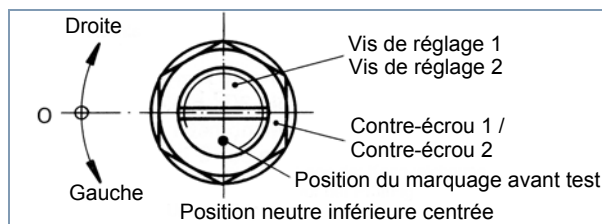

Fig. 4 Position neutre inférieure centrée
**i** Le marquage des vis de réglage 1 et 2 doit être en position neutre inférieure centrée (voir fig.4).